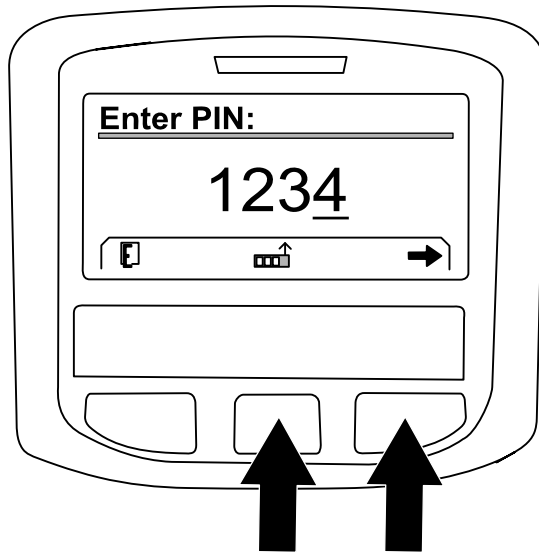
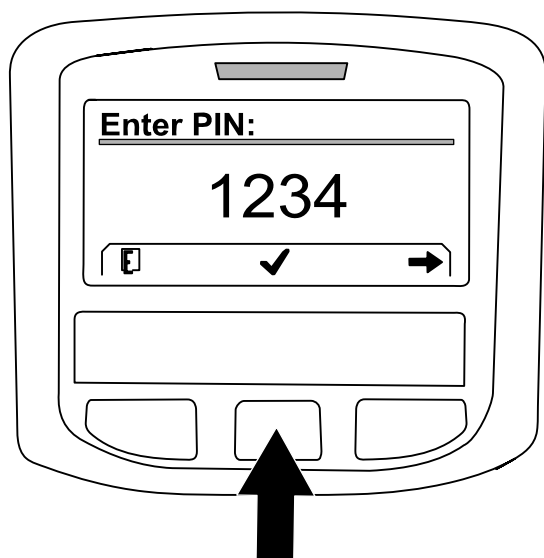

Рисунок 260
Рисунок 261
- A. Нажмите среднюю кнопку как требуется, чтобы ввести цифру ПИН-кода для левой позиции (Рисунок 260).
- B. После этого нажмите правую кнопку, чтобы перейти к следующей позиции цифры ПИН-кода (Рисунок 260).
- D. После того как будут введены все цифры ПИН-кода, нажмите правую кнопку (Рисунок 260) а затем нажмите среднюю кнопку, чтобы ввести ПИН-код в память (Рисунок 261).